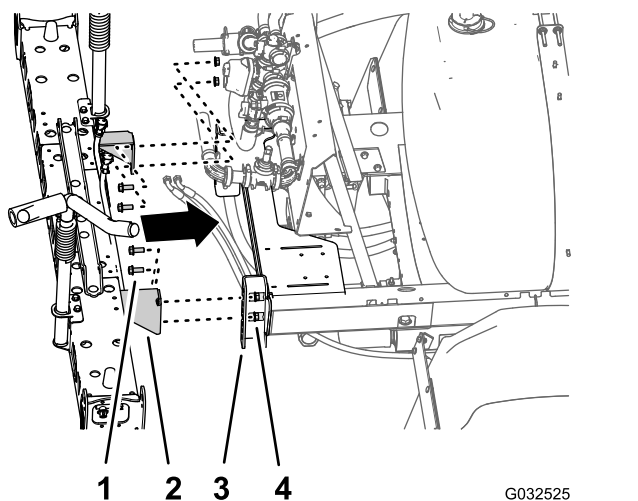

Рисунок 85
- Используя подъемное оборудование с указанной грузоподъемностью, поднимите среднюю секцию стрелы и совместите отверстия в опорном кронштейне секции стрелы с третьим и шестым отверстиями в монтажном швеллере рамы опрыскивателя (Рисунок 85).
- Установите среднюю секцию стрелы на монтажные швеллеры (Рисунок 85) при помощи 4 болтов с фланцевыми головками